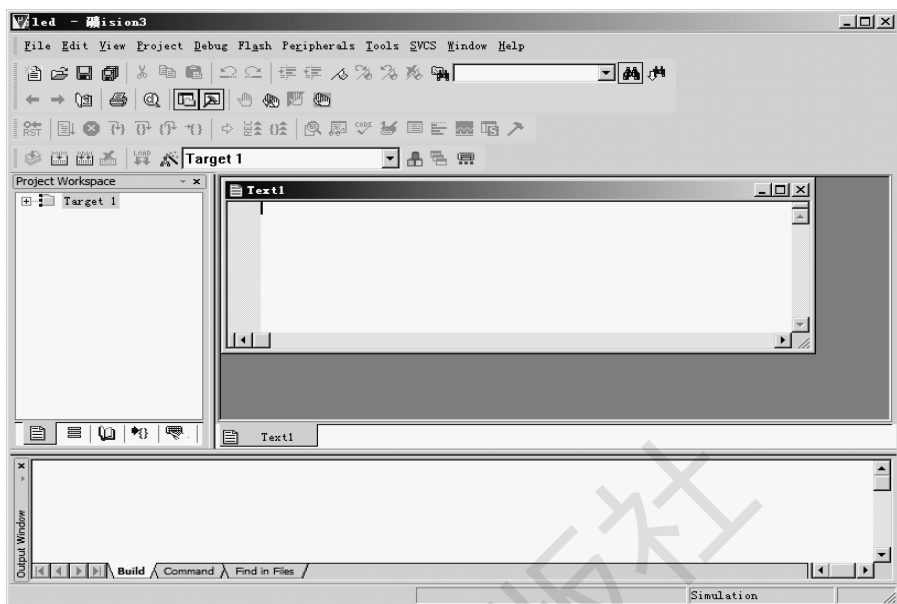

图 1-16 新建文档文件
(5) 第五步：新建文档文件。执行菜单“File | New…”，出现一个名为“Text n”（其中 n 表示序号）的文档。如图 1-16 所示。